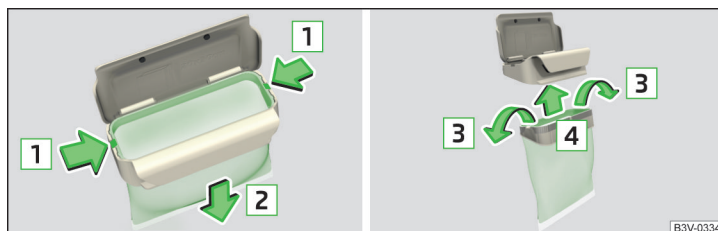

Fig. 113 Sustituir bolsa
- › Presionar ambos ganchos de retención en el marco en el sentido de la flecha **1** » fig. 113.